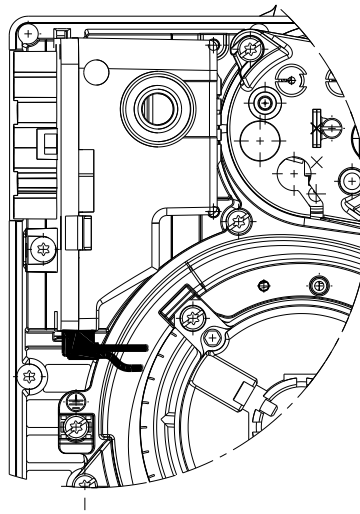

Рис. 24
- Проверьте правильность установки соединительных разъемов, следуя символам на нижней части блока контроля пламени: убедитесь, что разъемы полностью вставлены, задвинув их до упора, каждый в свое положение. Для всех разъемов соединительные кабели должны быть направлены внутрь горелки (см. Рис. 24).